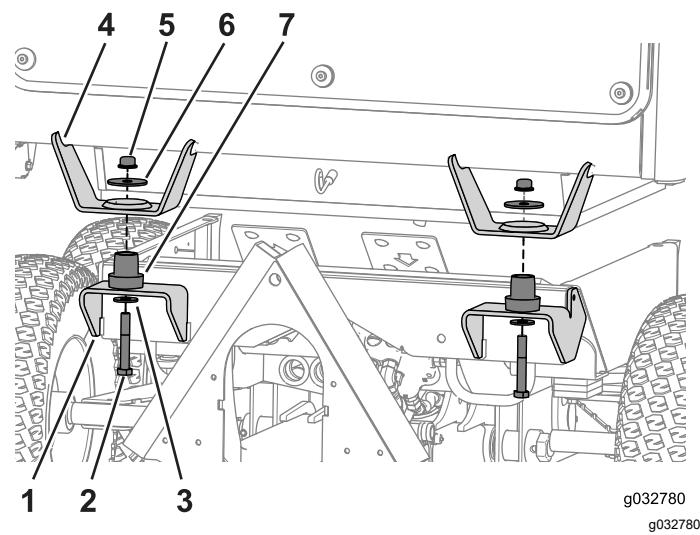

Figure 65
- 2. Abaissez la cabine sur la machine en alignant les 2 trous de boulon sur les supports avant (Figure 65).
- 3. Insérez un support élastique dans chaque emplacement de montage (Figure 65).
- 4. Fixez la cabine sur la machine à l'aide du boulon ($\frac{1}{2}$ x $3\frac{1}{4}$ po), de la grande rondelle et de l'écrou à embase (Figure 65).